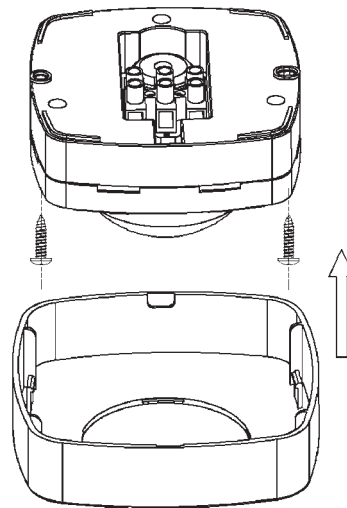

Fig. 1
- Fissare il sensore alla superficie di montaggio utilizzando dispositivi di fissaggio adeguati attraverso i fori forniti. (Fig.1).
- Fissare il coperchio superiore al sensore (Fig.1)